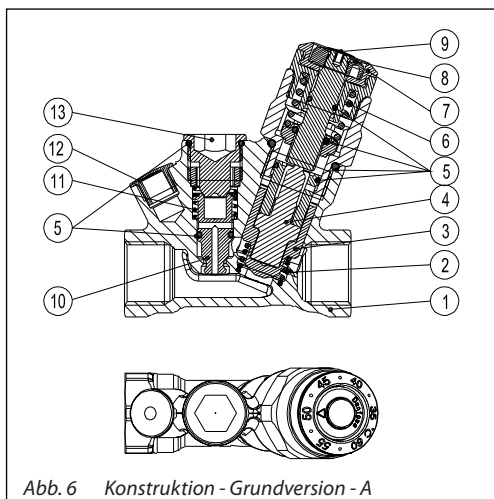

Abb. 6 Konstruktion - Grundversion - A
Ein im Ventilkegel (Abb. 6, Pos. 3) montiertes Thermoelement (Abb. 6, Pos. 4) bewirkt, dass das Ventil auf Temperaturänderungen reagieren kann. Steigt die Wassertemperatur über den eingestellten Wert, dehnt sich das Thermoelement aus. Der Ventilkegel bewegt sich in Richtung Ventilsitz und schränkt so den
Eine Sicherheitsfeder (Abb. 6, Pos. 6) schützt das Thermoelement vor Beschädigung, wenn die Wassertemperatur den eingestellten Wert übersteigt, z.B. bei thermischer Desinfektion.
Nach Entfernen des Abdeckstopfens am MTCV (Abb. 6, Pos. 13) kann das Desinfektionsmodul unter Anlagendruck ohne Betriebsunterbrechung montiert werden (Abb. 9, Pos. 17).
- 1-13. Wie in Abb. 6
Die Versionen A und B von MTCV können für einen elektronisch gesteuerten Desinfektionsprozess aufgerüstet werden. Nach Entfernen des Abdeckstopfens (Abb. 6, Pos. 13) mit einem Innensechskantschlüssel (12 mm) und der Montage des Adapters (Abb. 12, Pos. 21) wird ein thermischer Antrieb TWA aufgesetzt (siehe Datenblatt CCR 2).